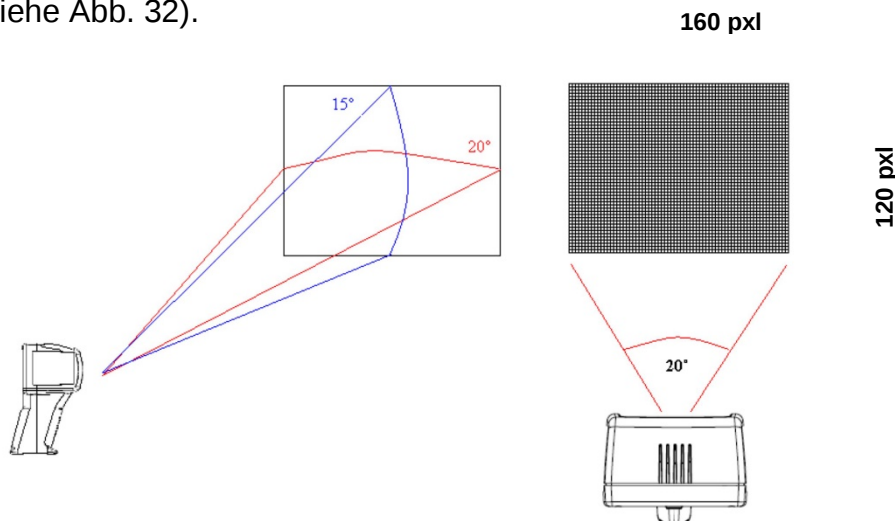

Abb. 32: Darstellung des Instrumenten Sicht-Feldes (FOV)
4. Für genaue Temperatur-Messungen, stellen Sie sicher, dass die Oberfläche des gemessenen Gegenstandes immer größer ist als die vom Instrument messbare Oberfläche (auch Messfleck), die durch das Instrumenten- Sicht-Feld (FOV) gegeben ist. Das Instrument hat ein Sicht-Feld von $20^\circ \times 15^\circ$ und eine Auflösung von 160x120 (19200) pxl (siehe Abb. 32).